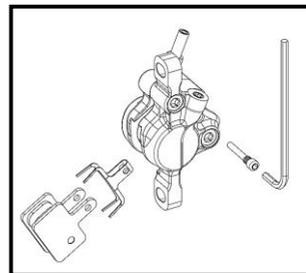

Abb. I-2 Bremsessattelmontage
- Ziehen Sie den Kurbelkeil aus der Bremschuh-Halteschraube – achten Sie darauf, dieses Teil nicht zu verlieren **(Abb. I-2)**